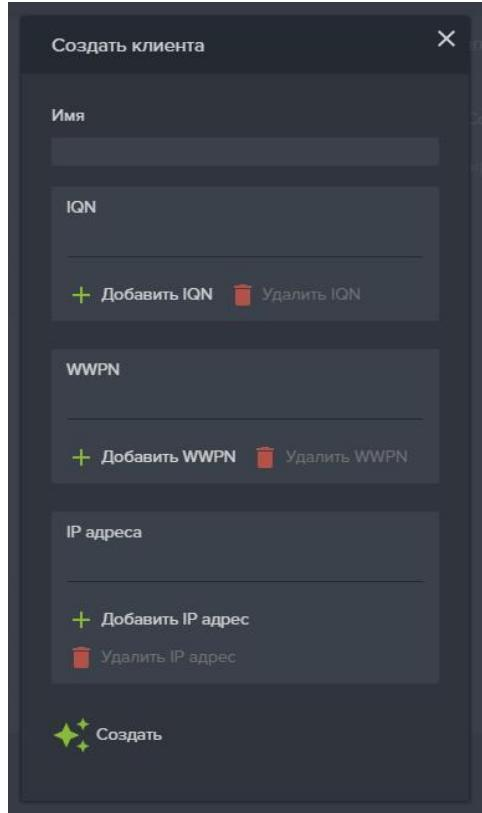

Рисунок 16. Окно создания клиента
2. В области «**Клиенты**» нажмите кнопку «**Создать нового клиента**». Откроется одноименное окно (см. Рисунок 16);